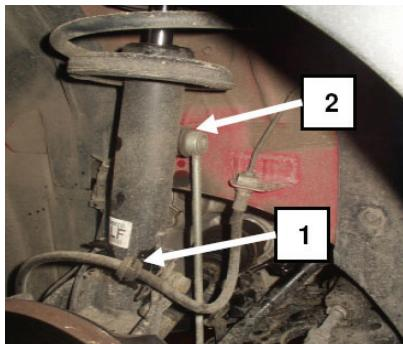
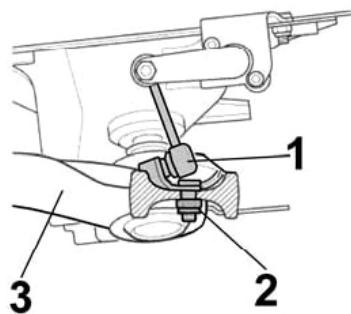

Fig. 1:
Fig. 2:
- **Fig. 1** Bremsschlauch (1) und ABS Sensorkabel aus der Halterung clippen, Steckverbindung der Bremsenverschleißanzeige trennen.
- Koppelstange (2) vom Federbein trennen.
- **Fig. 2 Linke Seite:** Winkelgelenk (1) für Leuchtweitenregulierung vom Querlenker (3) abschrauben.
- **Fig. 1** Unclip brake hose (1) and ABS sensor cable from mount, unplug brake wear indicator.
- Disconnect coupling rod (2) from suspension strut.
- **Fig. 2 Left side:** Unscrew angle joint (1) for headlight leveling control from track control arm (3).
- **Fig. 1** Décrocher le flexible de frein (1) et le câble du capteur ABS du support, débrancher l'affichage de l'état d'usure des freins.
- Démonter la biellette d'appui (2) de la jambe de force.
- **Fig. 2 Partie gauche :** Dévisser du bras transversal l'articulation (1) du support pour le réglage de la portée des phares (3).
- **Fig. 1** Desenganchar el manguito del freno y el cable (1) del amortiguador, soltar los conectores del indicador de desgaste de frenado.
- Separar la barra de acoplamiento (2) del amortiguador.
- **Fig. 2 Lado izquierdo:** desatornillar el codo articulado de la regulación de los faros (1) del brazo de dirección transversal (3).